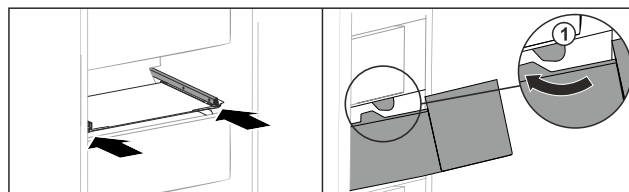

Fig. 149
- Guider le tiroir en contournant les butées Fig. 149 (1).